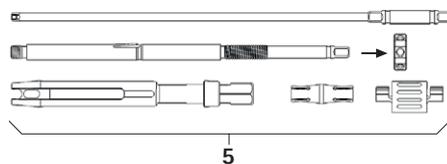

Fig. 3
- ▶ Desmontar a alavanca de reposição percutânea 5, ver Fig. 3. Desarmar completamente a alavanca de reposição e desapertar a porca tensora.